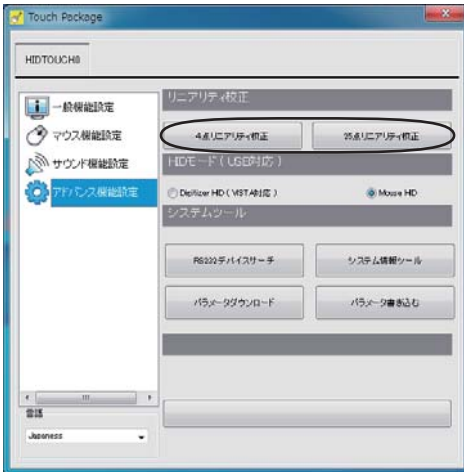

図 8
- 1.<アドバンス機能設定>をクリックし、下記の画面(図8)を表示します。